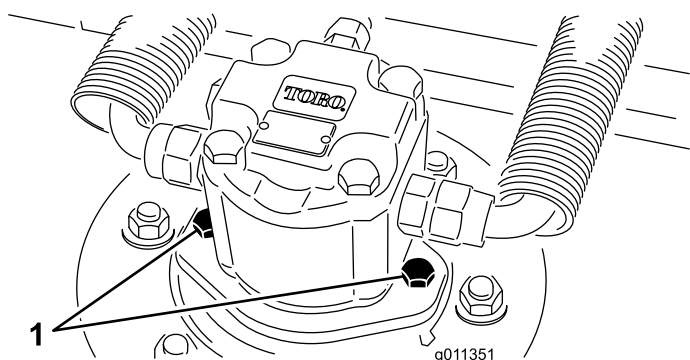

Рисунок 63
2. Отсоедините и снимите гидромотор с режущего блока (Рисунок 63). Накройте верхнюю часть шпинделя для предотвращения загрязнения.
4. Установите гидроцилиндр на деку (Рисунок 63). Убедитесь, что уплотнительное кольцо находится в штатном положении и не повреждено.